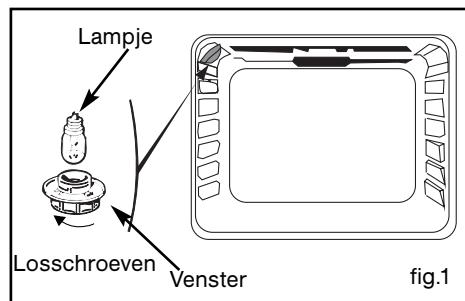

fig.1
- b) Schroef het verlichtingskapje los (fig.1).